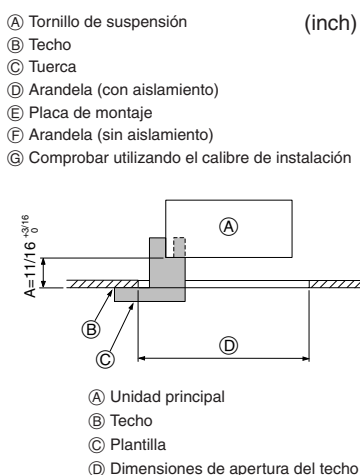

Fig. 3-7
- Asegúrese de que el paso A se realiza en 17-22 mm, 11/16-7/8 inch. Si no se respeta este margen, podrían producirse graves daños. (Fig. 3-7)